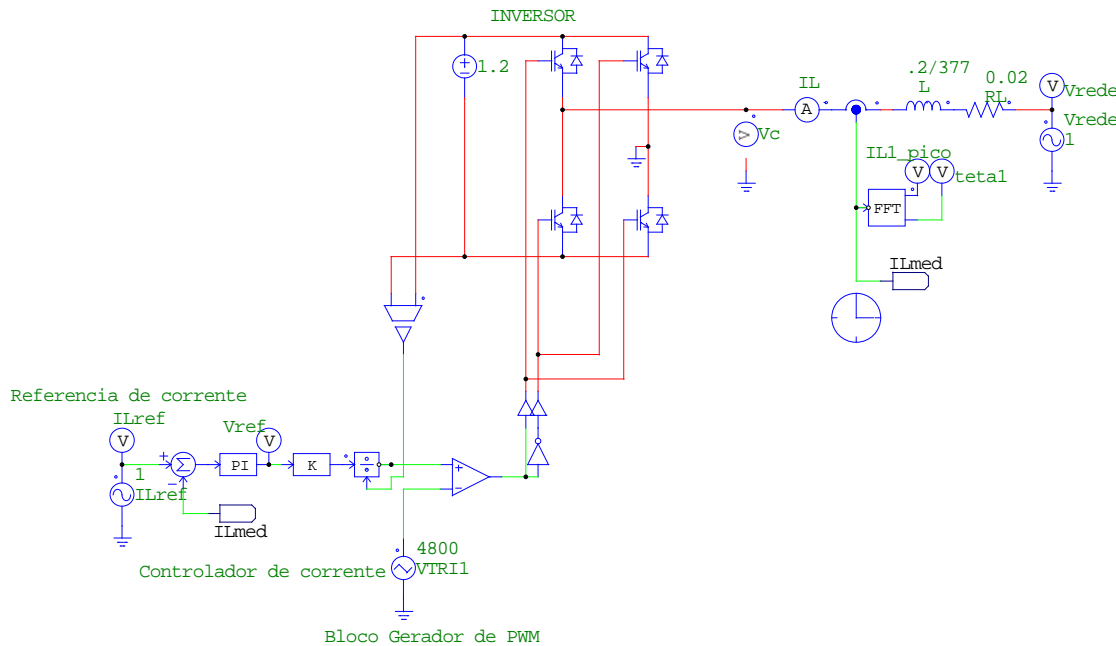

Figura 3: Malha de Corrente de Gerador estático de reativos baseado em inversor PWM.
- g. O item anterior mostra que a resposta dinâmica do compensador é muito lenta. Uma solução é a introdução de uma malha de controle da corrente conforme mostrado na figura 3 (arquivo **exp8C-v22set2018.psimsch**). Uma referência de corrente " $I_{Lref}(t)$ " correspondente à corrente desejada (capacitiva ou indutiva) é comparada com a corrente medida " $I_{Lmed}(t)$ ", gerando um sinal de erro $e(t)$, que é aplicado a um controlador PI, que gerará o sinal $V_{ref}(t)$, na entrada do PWM, responsável por garantir que o erro de corrente ($e(t) = I_{Lref}(t) - I_{Lmed}(t)$) seja nulo. Com esta solução obtêm-se tempos de resposta da ordem de décimos do período da rede. Utilizando o arquivo **exp8C-v22set2018.psimsch** (figura 3) ajuste o controlador PI de modo que a corrente $I_{Lmed}(t)$ siga a referência $I_{Lref}(t)$ com mínimo erro. Comentar o erro de rastreamento e o tempo de resposta. Para o ajuste do PI sugere-se iniciar com $K_p = 0.1$ e constante de tempo de 1s. Aumentar o ganho K_p até o sistema começar a ficar oscilatório, ou instável. Reduzir o valor da constante de tempo até obter valores aceitáveis de erro de amplitude e fase. Plotar em um único gráfico " $I_{Lref}(t)$ " e $I_{Lmed}(t)$.